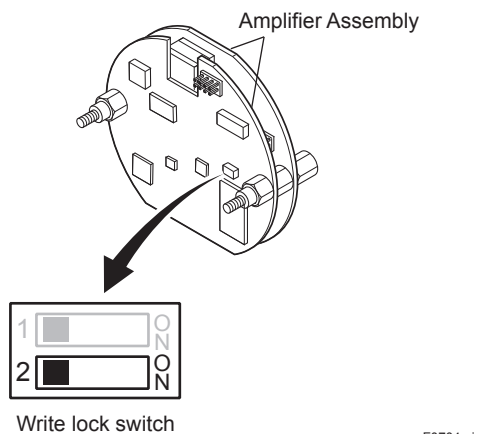

図7.4 ライトロックスイッチの設定
本伝送器の CPU アセンブリ上にライトロックスイッチ (図 7.4 のスイッチ 2) が実装されています。このスイッチ 2 を ON 側に移動するとライトロック機能が作動し、WRITE_LOCK_LEVEL (インデックス 1092) に対応したブロックのパラメータ変更ができなくなります。WRITE_LOCK_LEVEL とライトロックの対象ブロックとの対応は表 7.13 のようになっています。なお、工場出荷時の設定は WRITE_LOCK_LEVEL が「2」 (LCD トランスデューサブロック、リソースブロック、ファンクションブロックの全パラメータ書き込み禁止) になっています。スイッチによるライトロック機能を有効にする場合、リソースブロックの FEATURE_SEL (インデックス 1018) の “Hard W Lock” (bit4) を必ず「1」 (ON) にしてください。(工場出荷時では、“Hard W Lock” (bit4) は「0」 (OFF) に設定されています。)